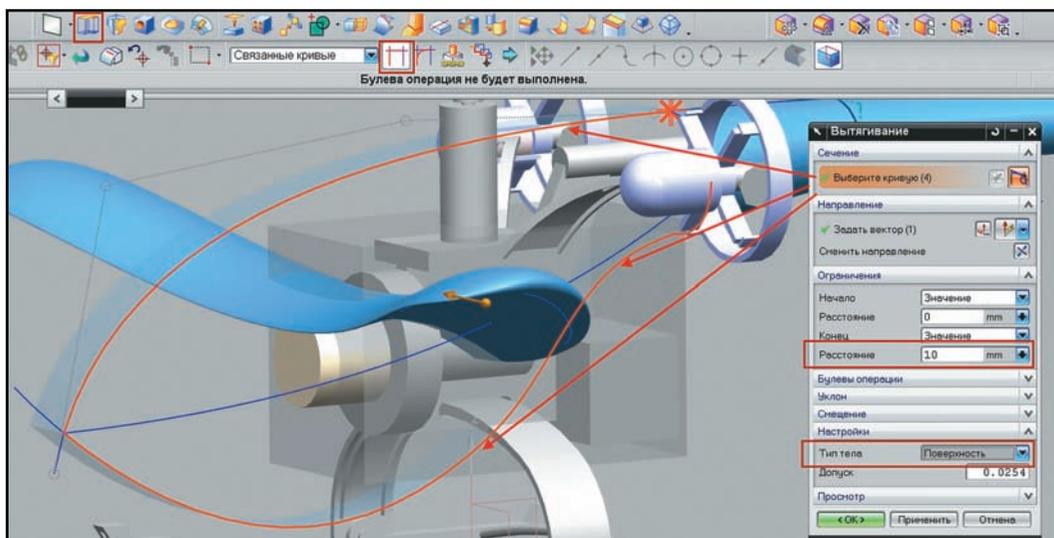

Рисунок 3.35 Построение поверхности вытягиванием
- В инструментальной панели **Кривая (Curve)** нажмите кнопку вызова команды **Кривая смещения (Offset Curve)** и в появившемся диалоге укажите **Тип (Type)** кривой – **Расстояние (Distance)**, в графической области укажите левую кромку поверхности заметания. **Расстояние (Distance)** смещения задайте равным нулю и нажмите **ОК** в диалоге. Будет построен сплайн, совпадающий с выбранной кромкой поверхности (рис. 3.35).
- Задайте расстояние вытягивания равным 10–15 мм и при необходимости воспользуйтесь кнопкой **Сменить направление (Reverse Direction)**, чтобы поверхности вытягивались в сторону отрицательных значений по оси X (рис. 3.35).